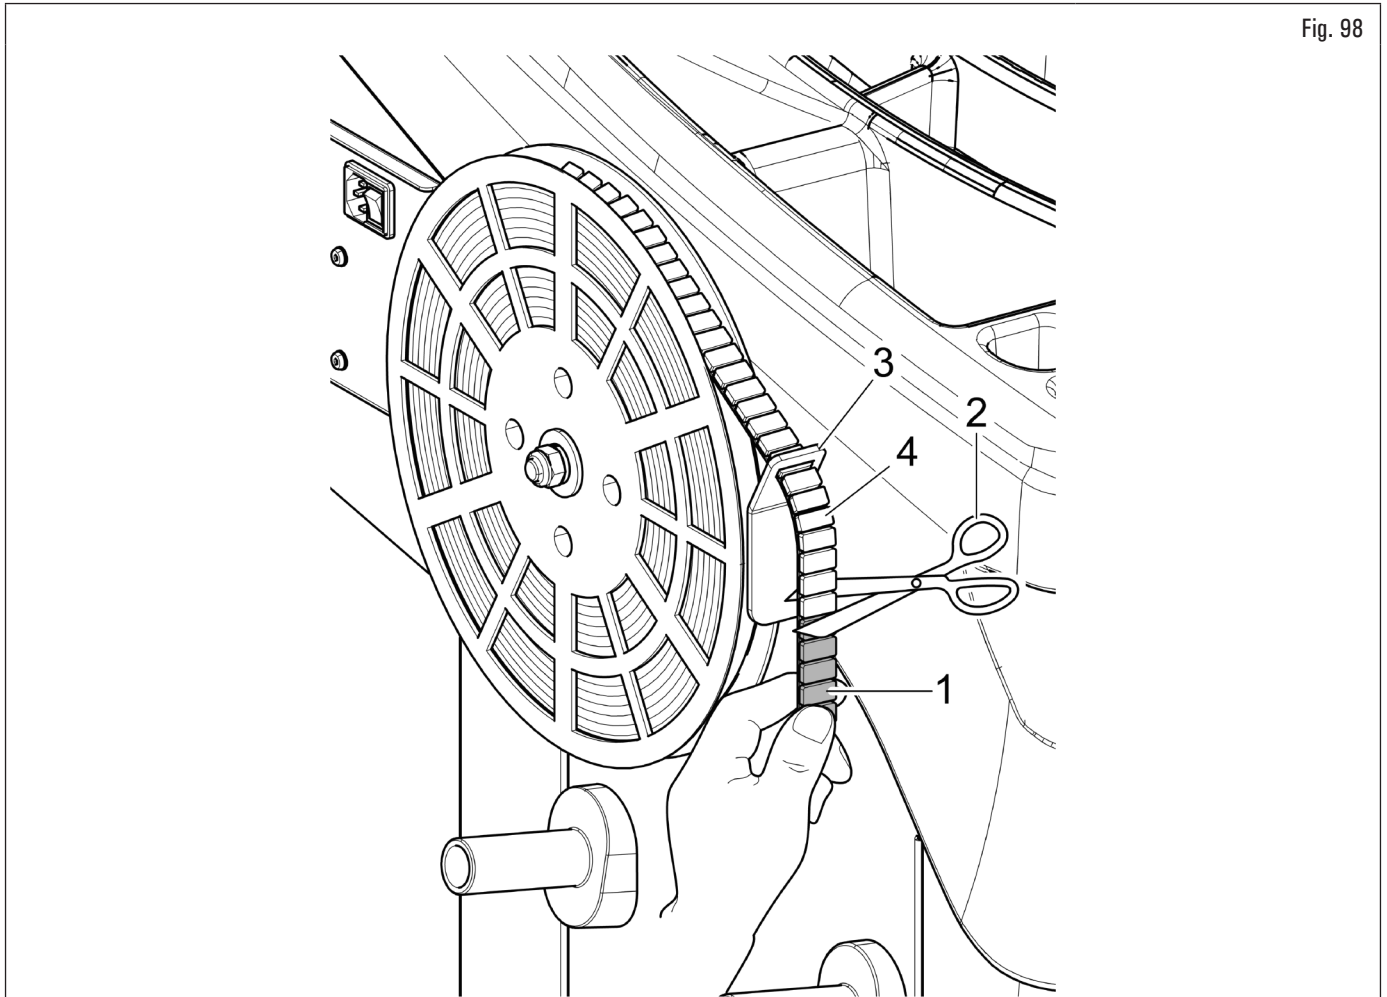

Fig. 98
Después de la primera fase de equilibrado, cuando el programa resalte el peso a aplicar a la rueda, es suficiente quitar la cantidad necesaria de pesos (Fig. 98 ref. 1) para alcanzar la cantidad requerida por el equipo y, utilizando tijeras o un dispositivo de corte adecuado (Fig. 98 ref. 2), separe la cantidad deseada (Fig. 98 ref. 1) del rollo, como se muestra en la figura siguiente.
Para evitar que los pesos del rollo se salgan de su soporte (Fig. 98 ref. 3) después del corte, asegúrese de dejar siempre un número suficiente (Fig. 98 ref. 4) (al menos 7-10 pesos) sobresaliendo del propio soporte, como se muestra en la Fig. 98.